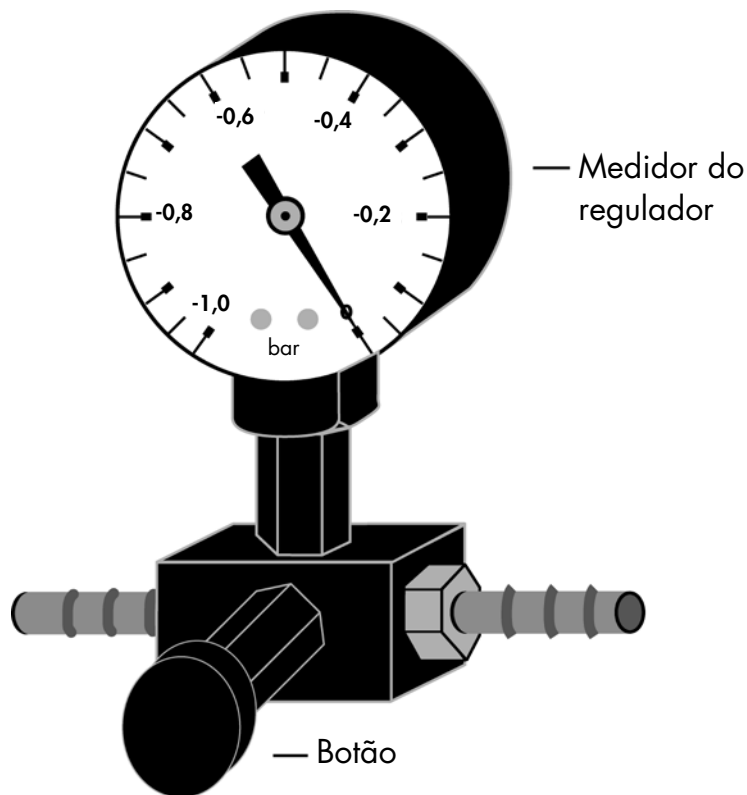

Figura 3. Diagrama esquemático do Vacuum Regulator.
- A pressão do vácuo é o diferencial de pressão entre a parte interna do coletor de vácuo e a atmosfera (pressão atmosférica padrão de 1013 milibares ou 760 mm Hg) e pode ser medida usando o QIAvac Connecting System ou um regulador de vácuo (consulte a Figura 3, página 28). O protocolo de vácuo requer uma bomba de vácuo capaz de produzir um vácuo de -800 a -900 mbar (por ex., QIAGEN Vacuum Pump). Pressões de vácuo maiores devem ser evitadas. O uso de pressões de vácuo menores que o recomendado pode reduzir o rendimento do DNA e a pureza e aumentar a frequência de entupimento de membranas.
Deixe a tampa da coluna de centrifugação QIAamp Mini aberta enquanto aplica o vácuo. Desligue o vácuo entre as etapas, para garantir que um vácuo consistente e constante seja aplicado durante o processamento. Para uma liberação de vácuo mais rápida, um regulador de vácuo deve ser usado (consulte a Figura 3, página 28).